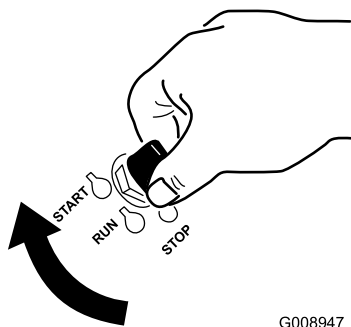

Figura 18
1. Rode a chave da ignição para a posição START (Figura 18).
5. Rode a chave da ignição para a posição ARRANQUE (Figura 18). Quando o motor arrancar, solte a chave.